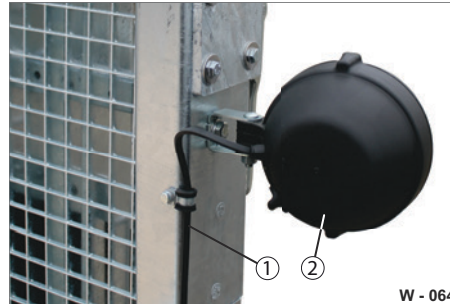

Abb. 64 Arbeitsleuchte, von hinten
- ▶ Setzen Sie die Lichtscheibe ein - achten Sie auf die Dichtigkeit des Gehäuses (Abb. 64/2).